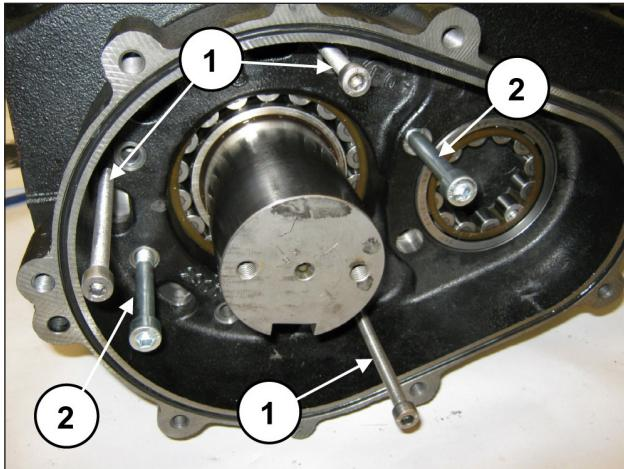

图 23
通过提取器在专用孔中定位3个螺纹螺栓或螺丝M8(位置①, 图 23), 并通过减速齿轮箱支撑件定位足够长的两个螺丝M10(位置②, 图 23)。